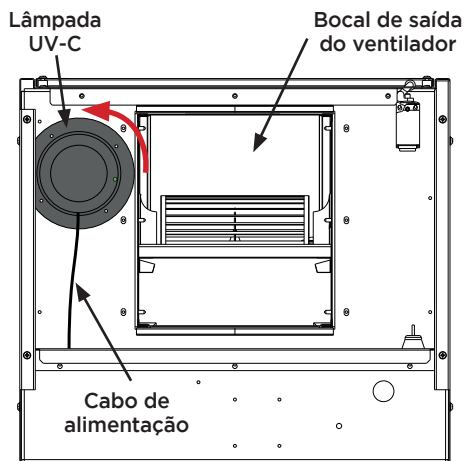

Fig. 13 - Vista superior da unidade
- Localize a lâmpada UV-C ao lado do bocal de saída do ventilador. Desconecte o cabo preto de alimentação da lâmpada, gire-a no sentido anti-horário, para destravá-la da chapa de suporte. Então puxe a lâmpada para cima, retirando-a da unidade (Fig. 13).